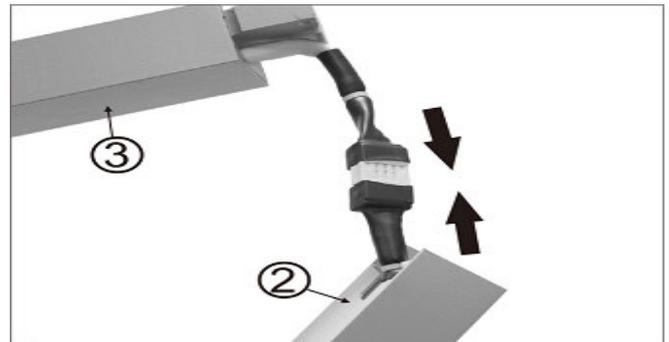

Abb. 5: Steckverbindung zusammen stecken
3. Die elektrische Steckverbindung zwischen Kopfstück und Säule herstellen. (Abb. 5)